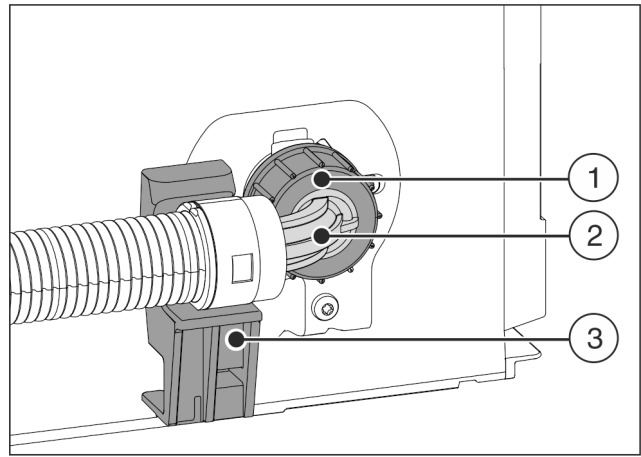

Fig. 23
- ▶ Позиционирайте огънатия край на маркуча Fig. 23 (2) хоризонтално към стойката Fig. 23 (3) и задръжте.
- ▶ Навийте гайката Fig. 23 (1) на ръка върху резбата, докато се постигне сигурно, здраво закрепване.